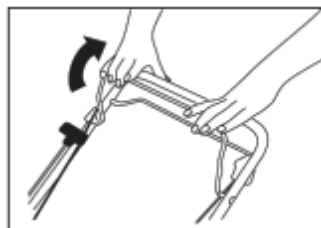

Рис.4
- Нажмите и удерживайте рычаг остановки двигателя (см. Рис.4)
- Удерживая нож с помощью гаечного ключа отсоедините болт от крепления (см. Рис.4) ножа и снимите шайбу.